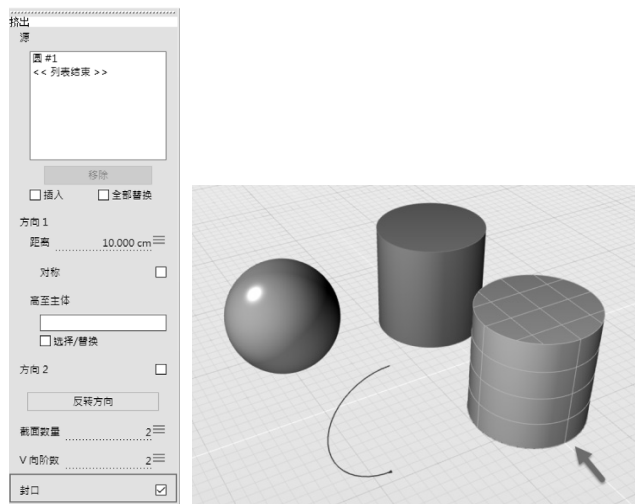

图 3-37 挤出曲面封口（左）以获得封闭圆柱（右）
2) 在建模工具栏中，使用“曲线”卷展栏下的“挤出”工具，根据控制台提示，选择曲线“圆#1”作为曲面边线。当控制台提示“沿方向 1 的距离”时，输入数值“10”，并在挤出操作的控制面板中，勾选“封口”复选框，即可获得一个圆柱体“挤出#1”，如图 3-37 所示。